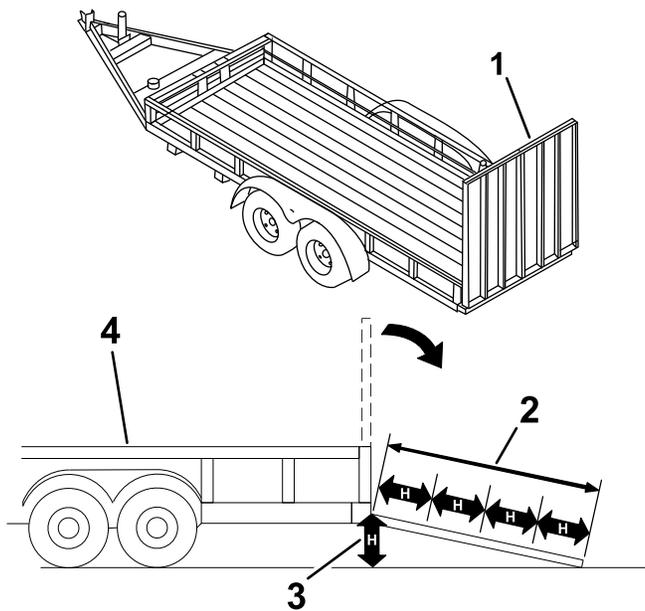

Figura 22
Quando si carica la macchina su un rimorchio o un autocarro aumenta il rischio di ribaltamento, che può causare gravi ferite e anche la morte (Figura 22).
3. Abbassate la rampa (Figura 22)